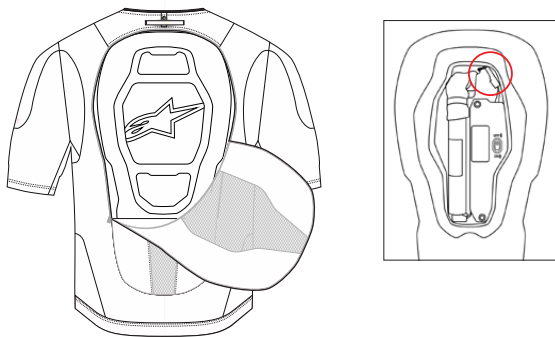

図23 : LEDディスプレイ（3）の接続を外します
1. LED ディスプレイ（3）の取り外し - まず、システムを平らな場所に置きます。できれば作業台やテーブルの上に、システムの前面を下にして置きます。システムの背面にあるジッパーを開けると、バックプロテクター（4）があります。バックプロテクター（4）のマジックテープ留めカバーを開け、図23に示すように LEDディスプレイ（3）のコネクターを取り外します。